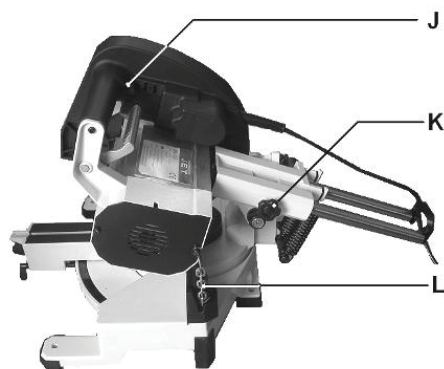

Рис. 2
- Закріпіть затискний гвинт (К, Рис. 2).
- Закріпіть запобіжний ланцюжок (L, Рис. 2).
- Закріпіть санчата гвинтом (К, Рис. 2) . Голова пилки повинна бути зафіксована під час транспортування
- За допомогою вимикача (J , Рис. 2) на рукоятці верстат запускається, якщо відпустити вимикач, верстат зупиняється.
- Звільніть затискний гвинт (К, Рис. 2).